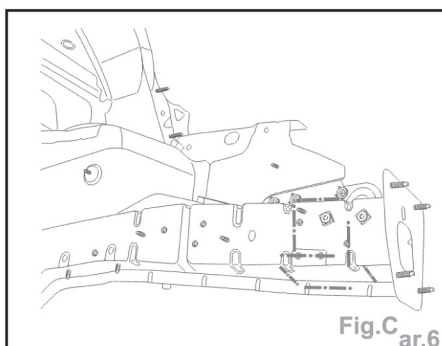

Fig.Car.6
- Préparer les bords d'accostage et les protéger par un apprêt soudable (Fig.Car.6).